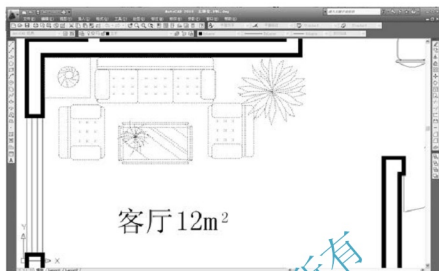

图 1.31 选择“家具”
(1) 启动【删除】命令, 命令行出现**选择对象:**提示, 用前面所述选择对象的方法将“沙发”、“茶几”及“花”选中, 如图 1.31 所示。
(2) 将“茶几”从选择集中剔除: 按住 Shift 键单击“茶几”, 则“茶几”由虚变实。被选中的对象呈虚线显示, 未被选中的对象呈实线显示, “茶几”呈实线显示说明已经将其从选择集中移出了。
(3) 按 Enter 键后被选中的对象即被删除, 按 Ctrl+Z 组合键可以恢复操作。